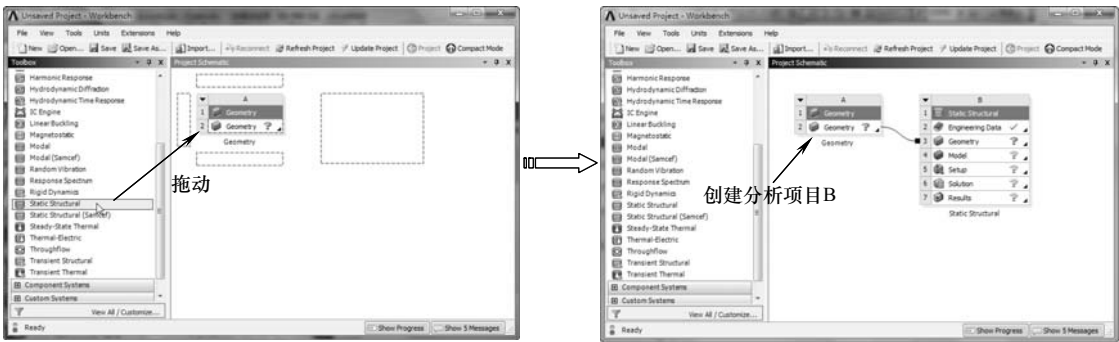

图 5-37 创建分析项目 B
4) 在【Toolbox (工具箱)】中【Analysis Systems】下的【Static Structure】选项上按住鼠标左键拖动到【Project Schematic (项目管理区)】分析项目 A 中的 A2 上, 当 A2 呈红色高亮显示时, 释放鼠标创建分析项目 B, 如图 5-37 所示。